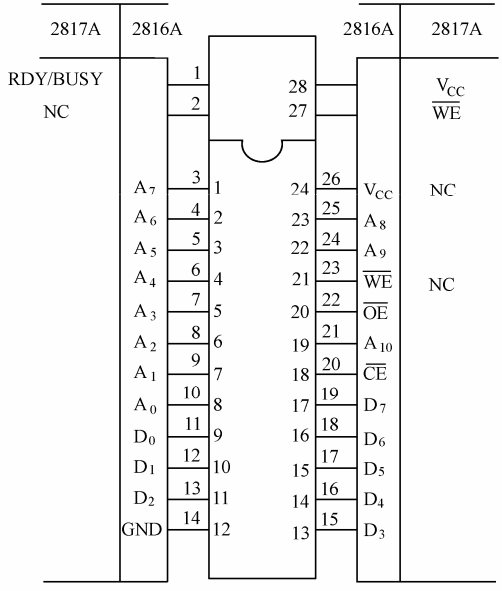

图 5-8 2816 和 2817 引脚排列
① 常用 E2PROM 的引脚。2816 和 2817 均为 2KB 容量，每个字节可以在线循环擦写 1000 次，每次写入的数据可以支持 10 年以上。读取数据的速度为 200ns~400ns。2816 和 2817 的引脚排列如图 5-8 所示，其引脚功能见图 5-9。